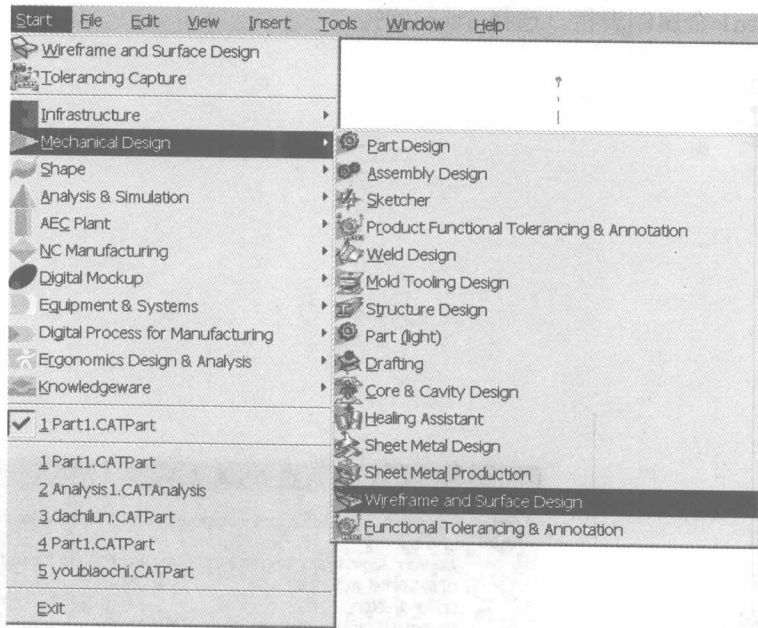

图1-1 点击 Start < Mechanical Design < Wireframe and Surface Design
(1) 设计一条直线。进入 CATIA 软件的界面后, 点击 Start < Mechanical Design, < Wireframe and Surface Design, 如图 1-1 所示。